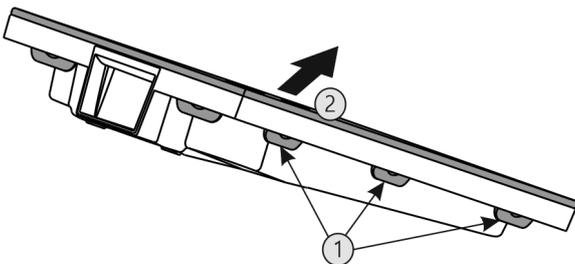

Fig. 48
- ▶ Appuyer sur toutes languettes Fig. 48 (1) l'une après l'autre et enlever le couvercle Fig. 48 (2).